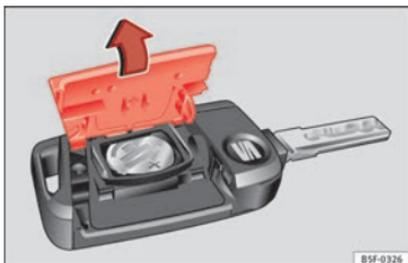

Fig. 93 Chiave del veicolo: aprire il coperchio del vano della batteria.
- Estrarre l'ingegno della chiave del veicolo »»» **fig. 93**.
- Togliere il coperchio della parte posteriore della chiave del veicolo »»» **fig. 93** nella direzione indicata dalla freccia »»» ❶.
- Collocare il coperchio come illustrato »»» **fig. 93** e inserirlo nel vano batteria nella direzione contraria a quella indicata dalla freccia.